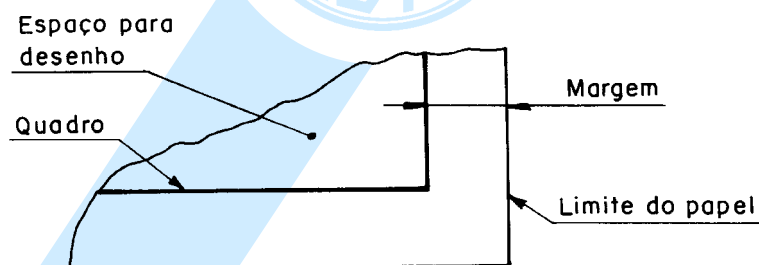

Figura 6 - Margens
**3.3.1** Margens são limitadas pelo contorno externo da folha e quadro. O quadro limita o espaço para o desenho (ver Figura 6).